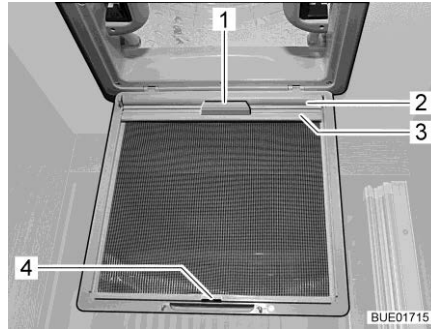

Fig. 110 Store occultant (lanterneau)
- Tirer le store occultant (Fig. 110,2) par la poignée (Fig. 110,1) et accrocher la baguette de support (Fig. 110,3) dans le crochet (Fig. 110,4) sur la moustiquaire.
- Enlever la baguette de support (Fig. 110,3) de sur le crochet (Fig. 110,4) et faire lentement redescendre le store occultant (Fig. 110,2) en le tenant par la poignée (Fig. 110,1).